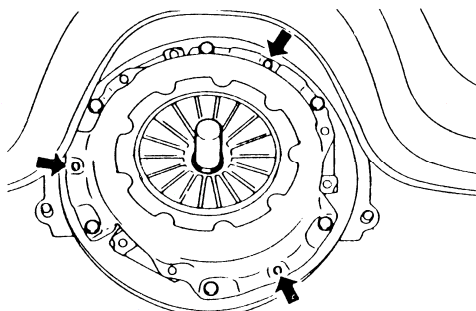

图 3-10 安装离合器盖
(3) 当安装离合器时，应确保带有记号的表面（如图上箭头所示部位）在压力板侧。
(4) 安装离合器盖时，如图 3-10 所示，在安装离合器盖时应使其的定位销孔与飞轮上的定位销对准，然后以交叉方式逐步拧紧螺栓。